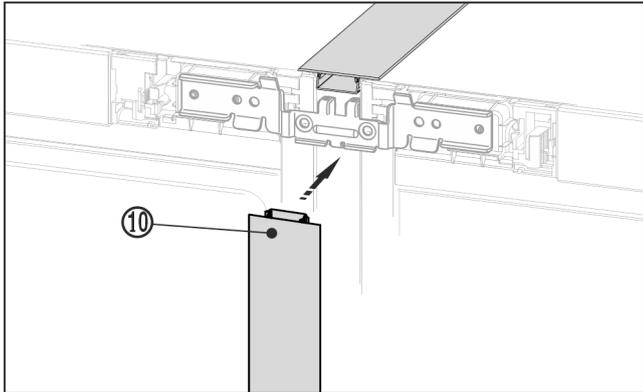

Fig. 22 *
- Sul lato anteriore premere il listello superiore Fig. 22 (10) lungo nella fessura verticale. Assicurarsi che il listello poggi sulla lamiera di collegamento.*